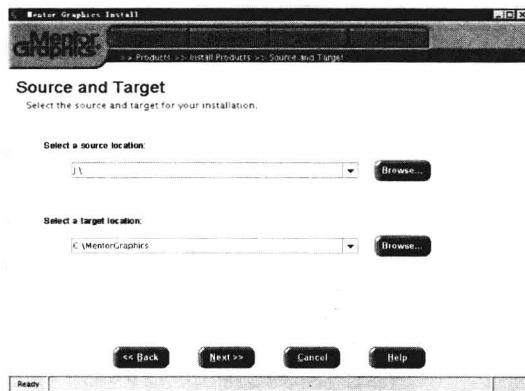

图 1-16 选择路径
⑧ 单击 **Agree** 按钮，同意许可协议，进入下一个安装界面，如图 1-16 所示。在该界面中，“Select a source location：”表示选择软件安装源路径，“Select a target location：”表示选择安装软件到电脑的路径。